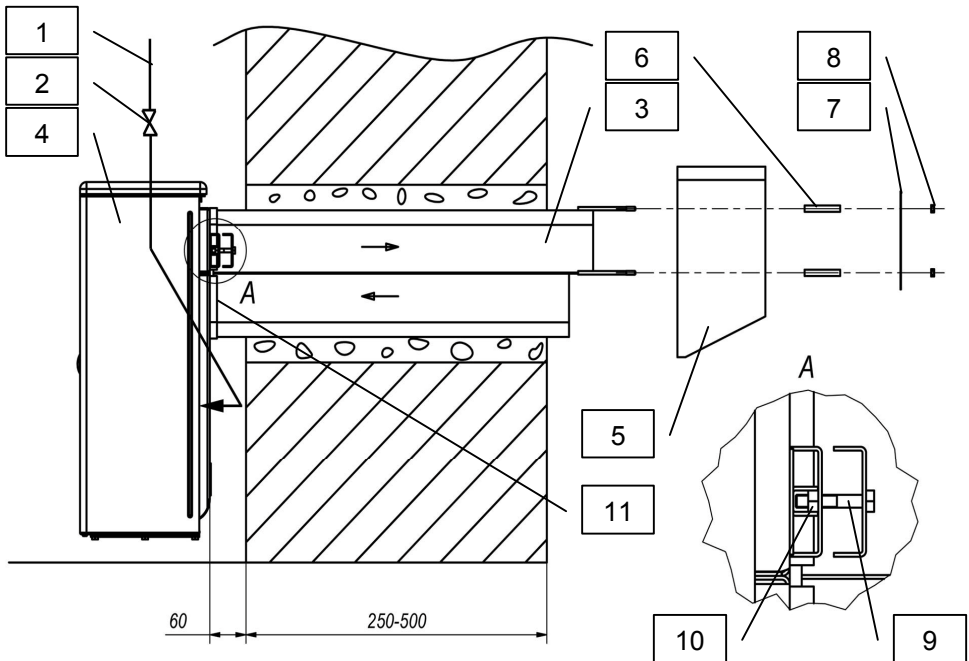
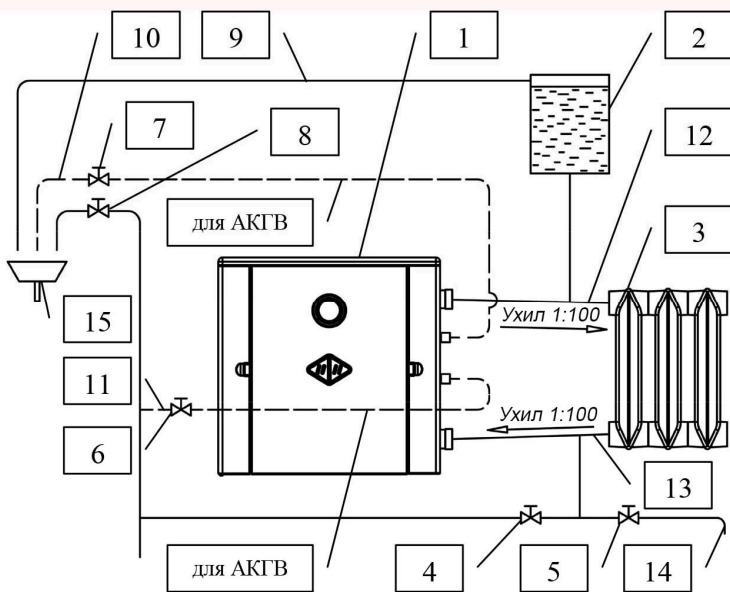

Рис.6 - монтаж апарата з вітрозахистом
Рис.7 - монтаж апаратів АОГВ і АКГВ
6.7 В зовнішній стіні будівлі пробийте проріз 260мм x 260мм для труби рис.6, поз.3, і отвори під анкера, керуючись вимогами, викладеними в п.6.3 і 6.4.
під'єднати трубу до апарата за допомогою болтів 9 і гайок 10 (рис.6), навісити апарат з трубою на анкери, витримуючи розмір 60мм. з ухилом труби назовні приблизно 6мм. Зафіксувати трубу в цьому положенні дерев'яними клинами, уникаючи її деформації. Від'єднати апарат від труби. Заповнити порожнину між трубою і стінками пробитого прорізу цементним розчином. Після затвердіння розчину укласти в канавки на задній стінці апарата шнур ущільнювальний рис.6, поз.11, попередньо змочивши його водою. Провести навіску на анкери і стикування апарата через ущільнювальний шнур з трубою, з'єднати їх остаточно між собою болтами 9 і гайками 10.
6.8 Установку вітрозахисного пристрою виконати відповідно з рис.6, в такій послідовності:
6.9 Відповідно до рис.7, підключіть апарат АОГВ до системи опалення, а апарат АКГВ - і до системи гарячого водопостачання. На газопідвідній трубі перед апаратом обов'язково повинен бути встановлений газовий кран (рис.6,
6.10 Заповніть систему опалення і апарат водою від водопровідної мережі повільним відкриттям вентиля рис.7, поз.4. Контроль заповнення системи здійснюється по сигнальній трубі рис.7, поз.9.